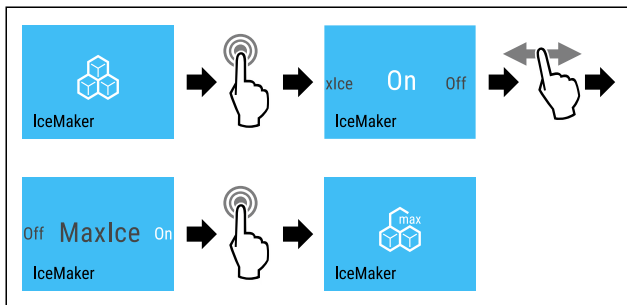

Fig. 18
► Wykonać czynności (patrz Fig. 18).